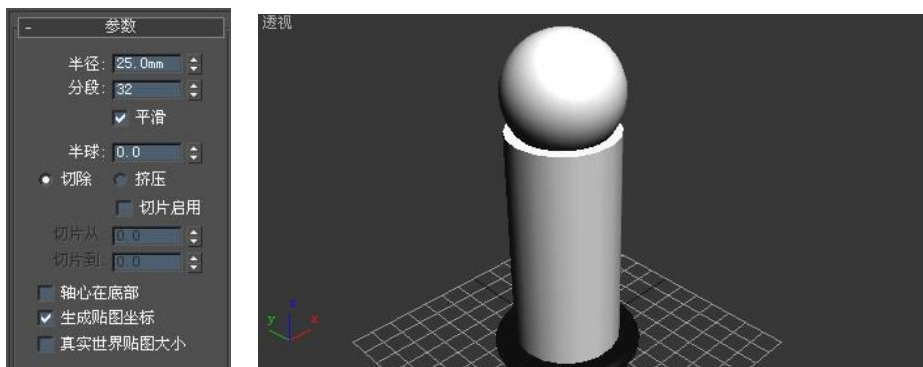

图 2-49 创建球体
(4) 单击“球体”按钮, 在顶视图中创建球体, 在参数面板中设置球体的参数, 如图 2-49 所示, 颜色选择白色, 移动到圆柱体的上方, 运用对齐方式, 使球体与圆柱体对齐。